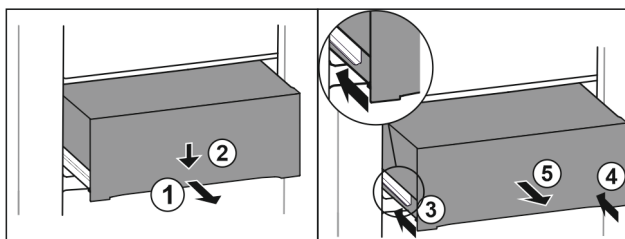

Fig. 181
- Schubfach halb herausziehen. Fig. 181 (1)
- Schubfach an der Vorderseite nach unten drücken. Fig. 181 (2)
- Linke Schiene etwa 2 cm einschieben. Fig. 181 (3)
- Rechte Schiene etwa 2 cm einschieben. Fig. 181 (4)
- Schubfach nach vorne entnehmen. Fig. 181 (5)